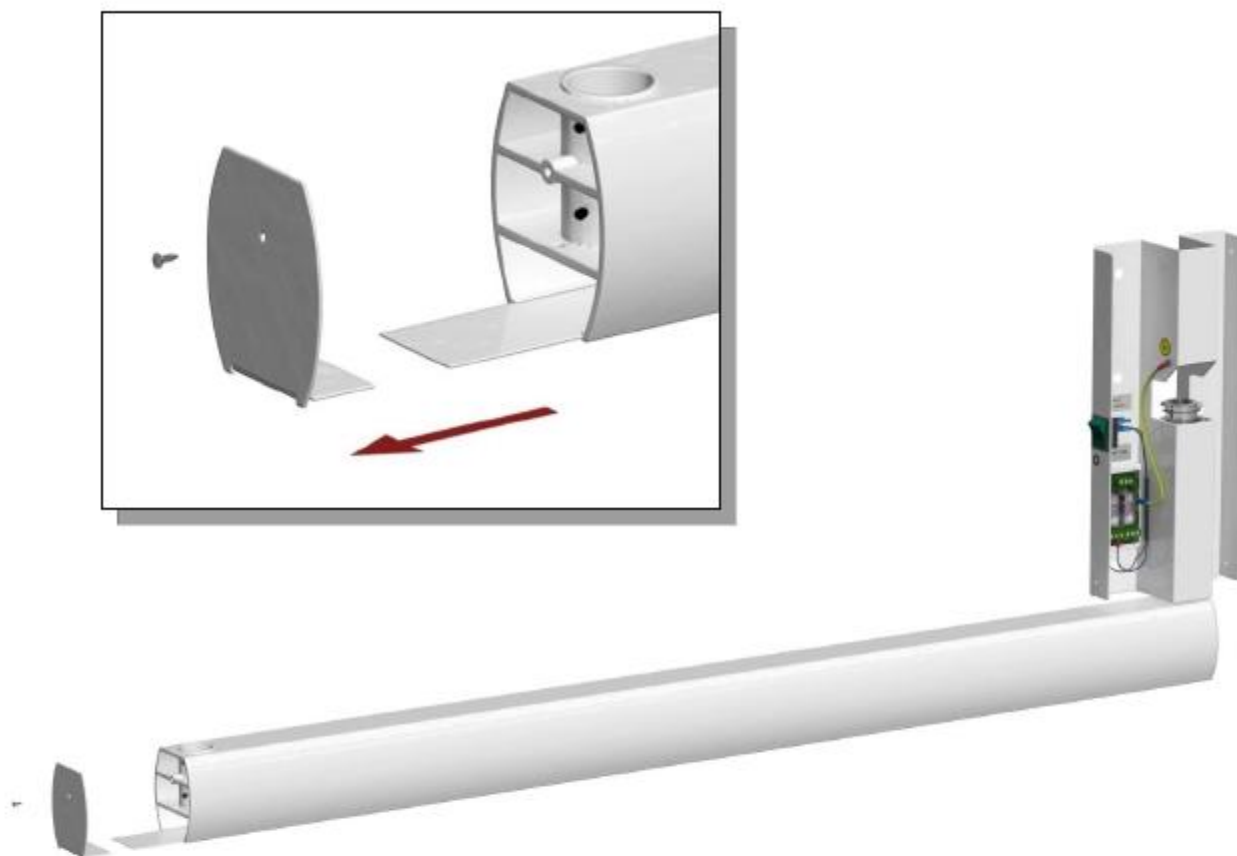

Рис. 4
- ✓Замените SEGER, открепите переднюю крышку и удалите полоски (рис. 4)